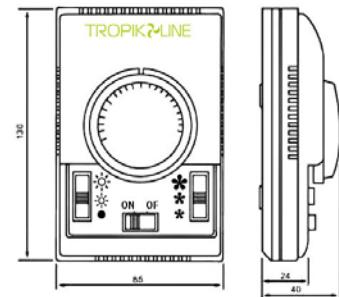

Рис. 3
5.1 Управление занавесой осуществляется выносным ПДУ со встроенным в него терморегулятором (см. рис. 3), обеспечивающим автоматическое поддержание в помещении заданной Вами температуры (10 - 30°C).